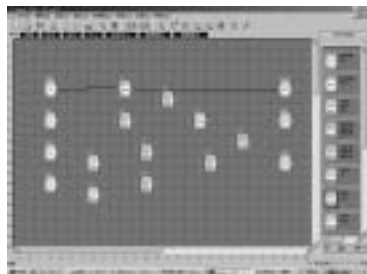

图 4.9 建立功能块连线
2. 当移动鼠标到功能块的输入输出口时,鼠标的形状变为“+”,表示可以按鼠标左键确定连线的一个端点,此时单击一下鼠标左键然后移动鼠标到下一个功能块的输出端口(或者输入端口),系统可自动建立连线,如图4.9所示: